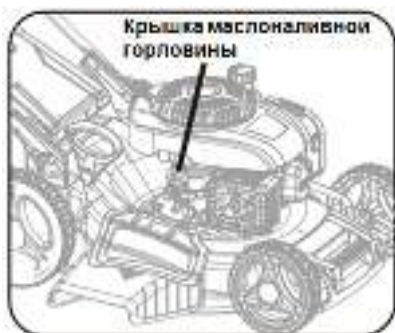

Рис. 18
3. Откройте крышку масляналивной горловины (рис. 18).